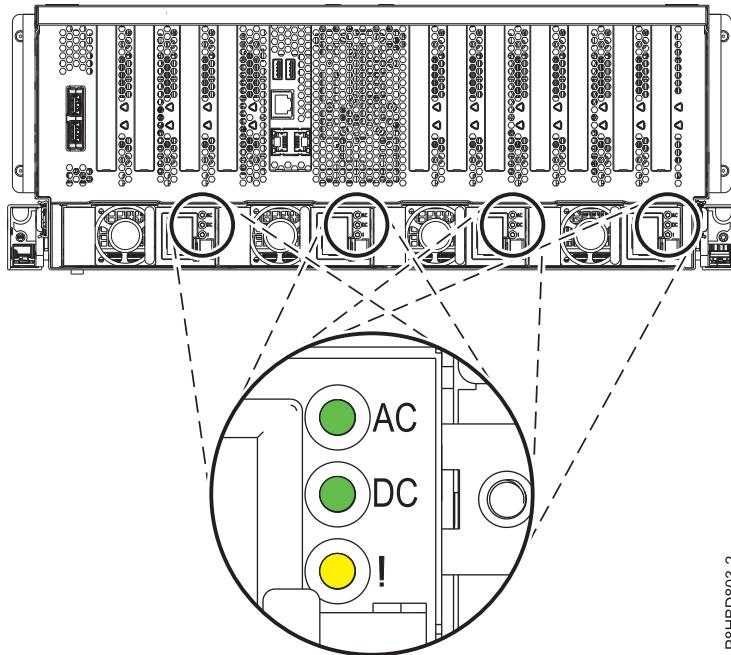

図 8. 8408-44E または 8408-E8E システムでの電源装置および LED の位置
- 電源装置の発光ダイオード (LED) の位置を確認します。電源装置はシステムの後部に取り付けられています。11 ページの図 8 は、8408-44E または 8408-E8E システムの電源装置の位置および電源装置上の LED の位置を示しています。